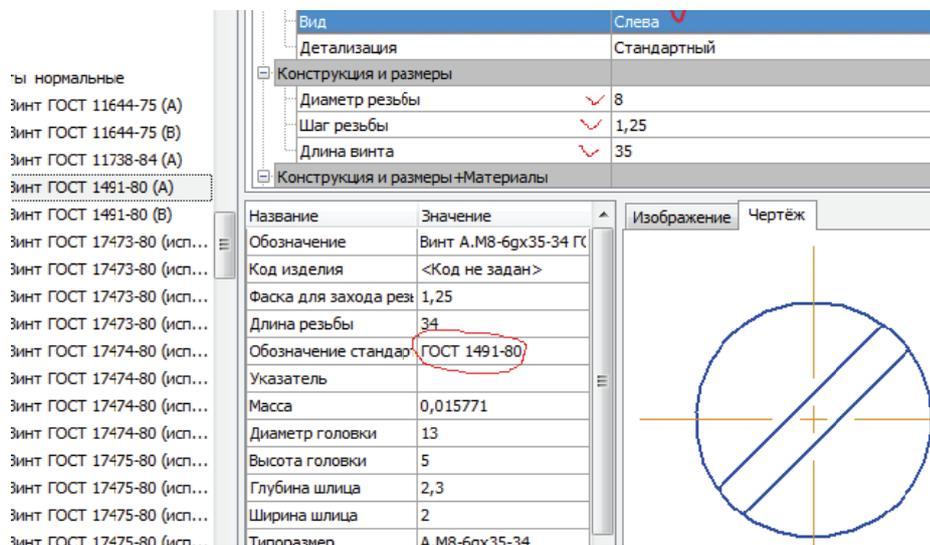

Рис. 5.11
• В библиотеке выбрать винт, например М8×35 ГОСТ 1491-80 (вкладка винты нормальные), вид спереди, стандартной детализации, шаг резьбы = 1,25 мм (рис. 5.11).